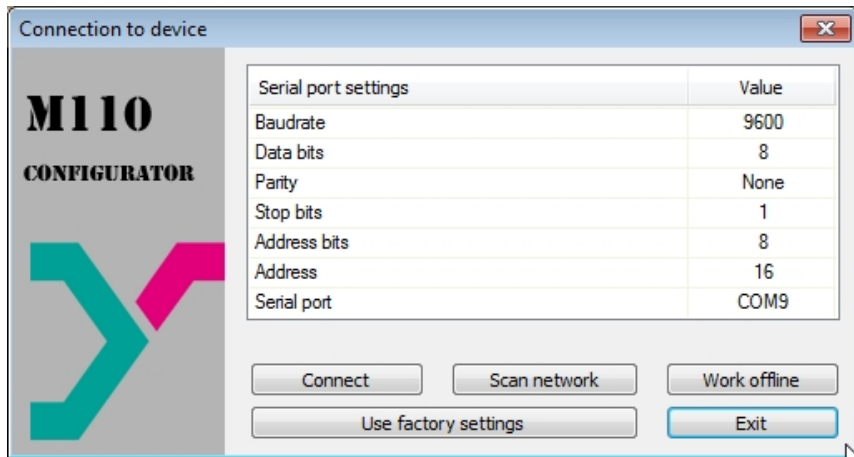

Abb. 7.1 Startfenster der Konfigurationsprogramm
- Im Fenster „Connect Device“ die Werte aus der Tabelle 7.1 eintragen oder die Schaltfläche „Use factory settings“ betätigen (Siehe Abb. 7.1)